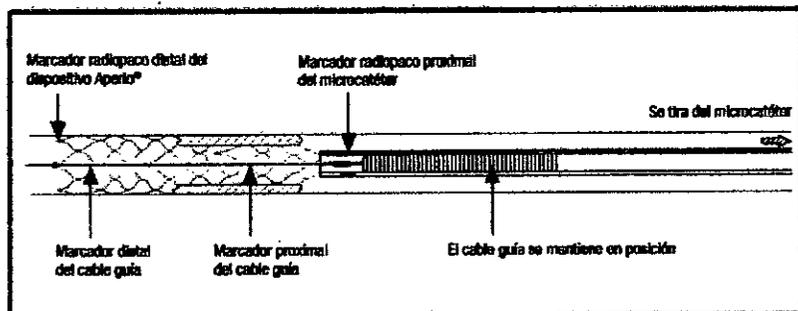

Figura 2. Despliegue del dispositivo
- Si el dispositivo está en la posición adecuada, podrá desplegarlo fijando el cable guía y retirando suavemente el microcatéter (véase la figura 2).